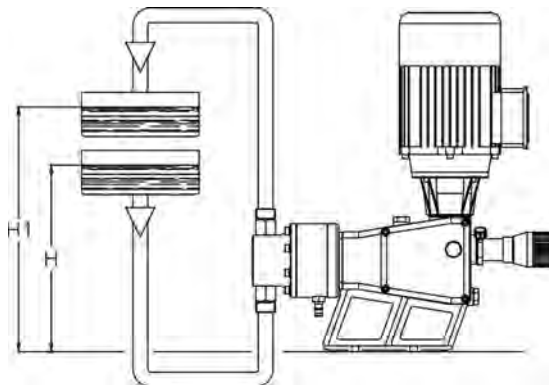

Fig. 9 - installazione ideale
- piccolo battente in aspirazione (Rif. H - Fig.9)
- battente in mandata maggiore del battente in aspirazione (Rif. H1 - Fig.9)